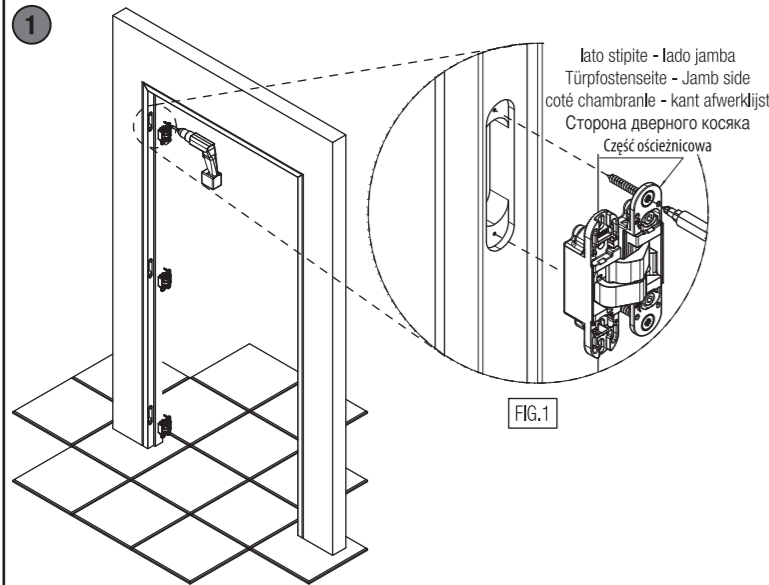

FIG.1
- \* Alloggiare le cerniere nelle rispettive fresate sullo stipite e fissarle con le viti (fig.1).
- \* Ajojar las bisagras en los mecanizados de la jamba y fijarlas con los tornillos en dotación (fig. 1).
- \* Die Scharniere in die jeweiligen Fräsungen der Zarge einsetzen und sie mit den vorgesehenen Schrauben festziehen (Abb. 1).
- \* Insérer les charnières dans les fraisages réalisés sur le montant de la porte et les fixer avec les vis prévues (fig. 1).
- \* Monteer de deur in het kozijn met 3 scharnieren. Bevestig de scharnieren met passende schroeven (fig. 1).
- \* Поместить петли в соответствующие пазы в дверной коробке, зафиксировать предназначенными шурупами (рис. 1).
- \* Zamontować skrzydło z zawiasami w wyfrezowanych gniazdach w ościeżnicy i przykręcić za pomocą odpowiednich wkrętów (rys.1).